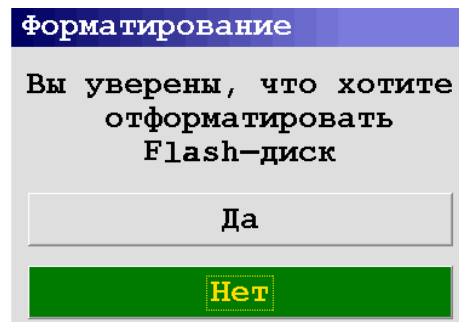

Рис. 5.12 - Меню «Форматирование»
- **Форматирование** (Рис. 5.12) – опция применяется в случае появления сбоя в следующих режимах: